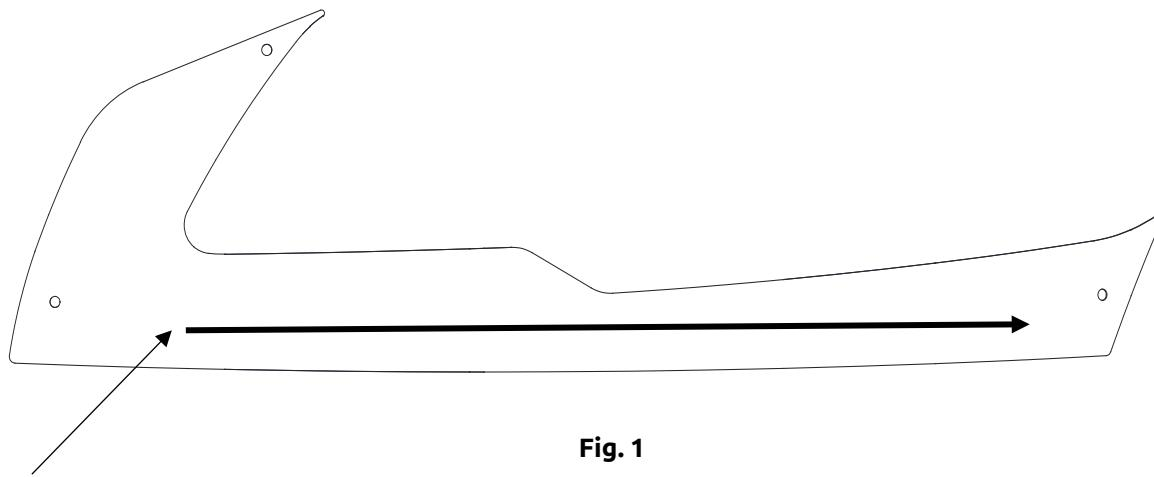

Fig. 1
4. Use the supplied #10 x 1/2" screws to install the fender guard. Install the inner two screws first and then apply pressure and slide outwards along the fender guard before installing the third screw (Fig. 1). This helps ensure the fender guard is tight against the hood to avoid potential rattles and vibrations.
4. Use los tornillos #10 x $1/2"$ provistos para instalar el protector de defensa. Instale primero los dos tornillos internos y luego aplique presión y deslice hacia afuera a lo largo del protector de defensa antes de instalar el tercer tornillo (Fig. 1). Esto ayuda a asegurar que el protector está sólidamente contra el capó para evitar movimientos y vibraciones potenciales.